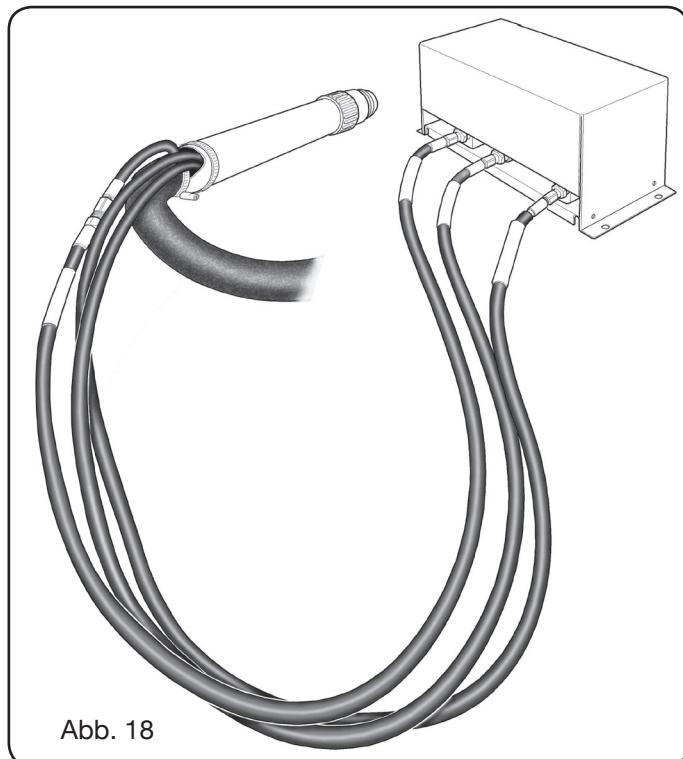

Abb. 18
- Das Schlauchpaket des Brenners an die Ventilkonsole PVC (Art. 469) anschließen; hierzu die Schläuche unter Beachtung der durch ihre Kennzeichnung angegebenen Reihenfolge an die jeweiligen Gasausgänge schrauben (siehe Abb. 18).